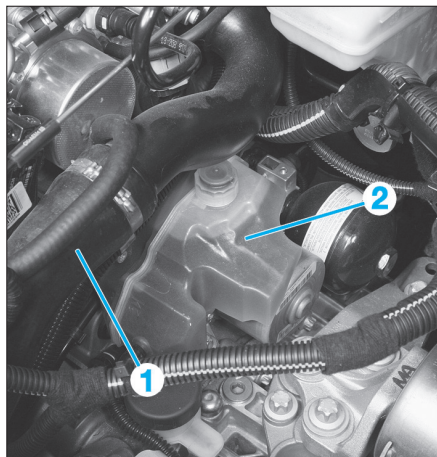
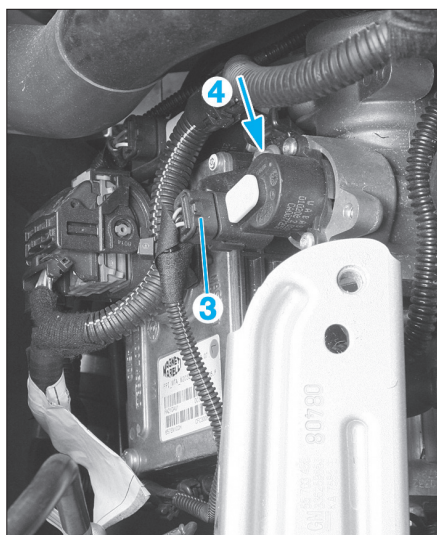

Fig. 10
Fig. 11
- Déposer la durit de suralimentation d'air (1) (Fig.10).
- À l'aide d'une seringue, vider au maximum le contenu du réservoir d'huile (2).
- Débrancher le connecteur du capteur de position d'embrayage (3) (Fig.11).